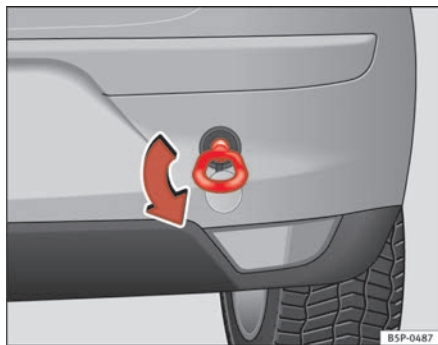

Abb. 199 Einschrauben
- Schrauben Sie die Abschleppöse in Pfeilrichtung *links* herum bis zum Anschlag vorne ⇒ Abb. 198 oder hinten ⇒ Abb. 199 in die Gewindebohrung ein. ■